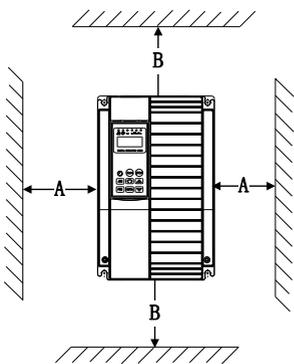

图 3-1 LS590 驱动器各功率等级安装空间要求
1) 请垂直安装驱动器，便于热量向上散发。但不能倒置。若柜内有较多驱动器时，最好是并排安装。在需要上下安装的情况，请参考图 3-1 的示意，安装隔热导流板。
2) 安装空间遵照图 3-1 所示，保证驱动器的散热空间。但布置时请考虑柜内其它器件的散热情况。